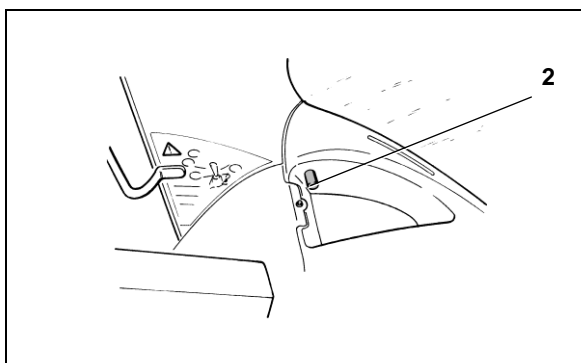

Abbildung 17 Türen schließen
- Schließen Sie eine der beiden Türen auf und öffnen Sie diese so weit, bis die Tür in die Arretierung (1) einrastet.
- Wenn Sie auch die andere Tür aufschließen und öffnen, diese ebenfalls in die Arretierung (1) einrasten lassen.
- Zum Entriegeln der Türen die Entriegelungstaste (2, Abbildung 17) in der Kabine drücken.
- Halten Sie sich an den Handgriffen (4) fest und benutzen Sie zum Einsteigen in die Fahrerkabine die Aufstiegsstufe (3).